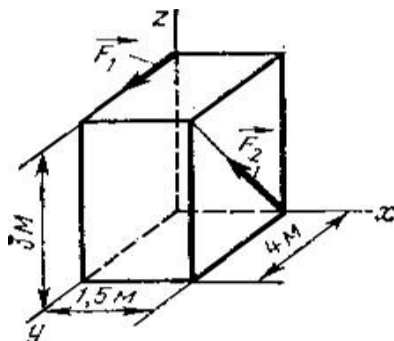

Рис.8
- 23 На прямоугольный параллелепипед, как показано на рис. 8, действуют силы $F_1=10\text{Н}$ и $F_2 = 20\text{Н}$. Определить моменты этих сил относительно осей x , y и z .